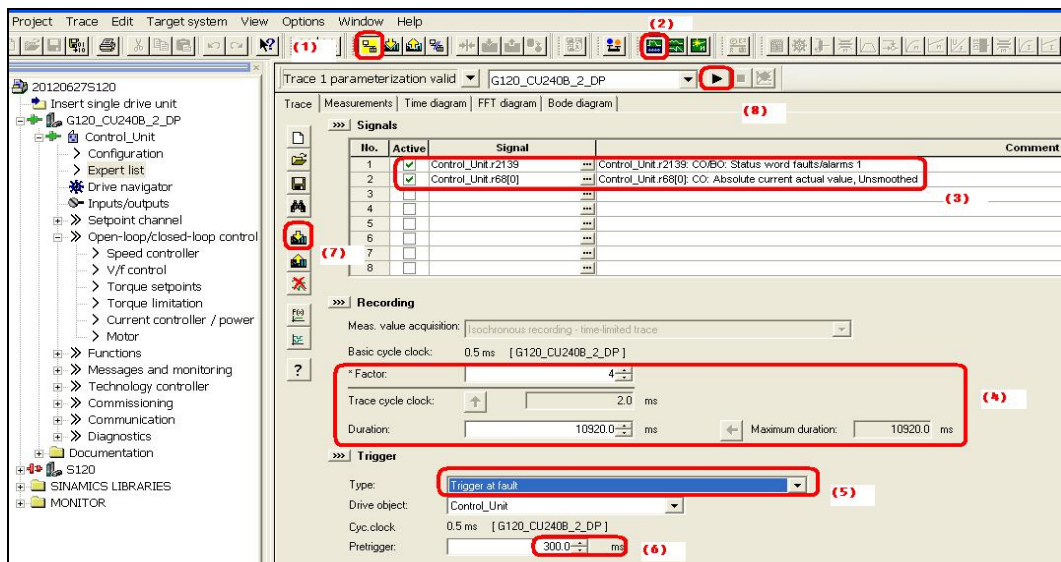

图 1
**第一步：在线设置 Trace 功能并激活，见图 1。**